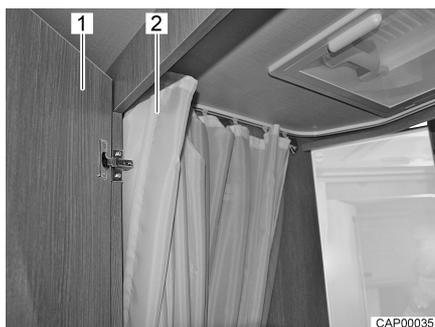

Bild 65 Toilettenraum mit Dusche
- Zum Duschen die Tür (Bild 65,1) schließen und den Duschvorhang (Bild 65,2) komplett zuziehen, so dass alle Wände geschützt sind.